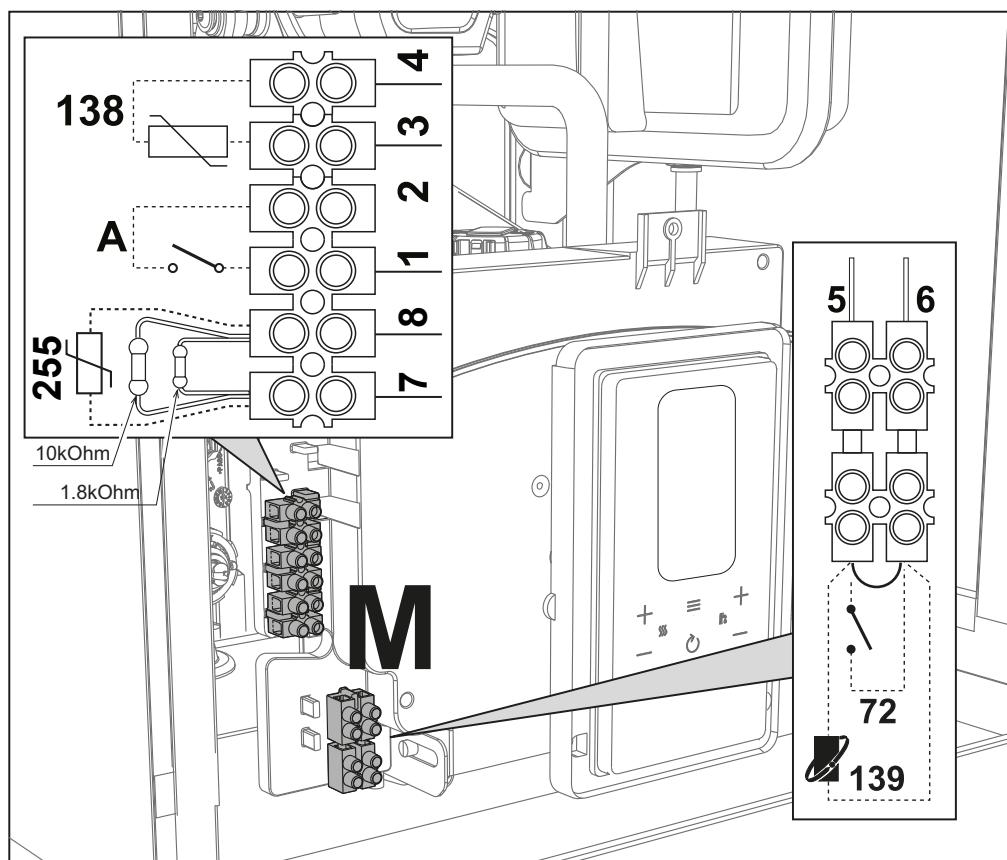
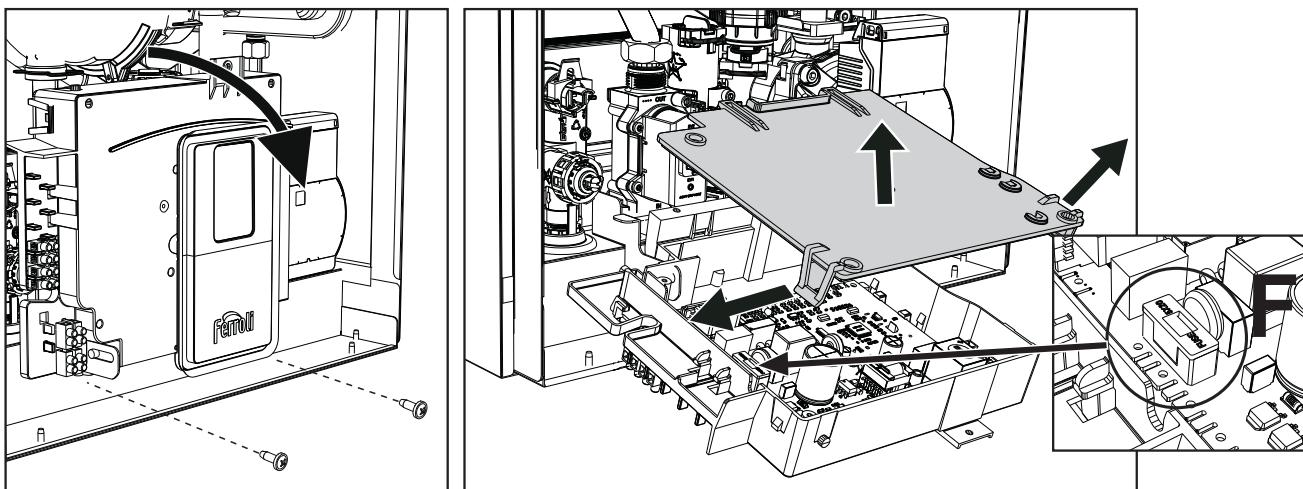

рис. 29
рис. 30
Электронная плата котла предназначена также для управления внешним бойлером для производства воды ГВС. Соединения труб системы отопления и ГВС должны быть выполнены в соответствии со схемой рис. 28. Выполните электрические подключения в соответствии с электрической схемой на рис. 77. Для этой цели необходимо использовать датчик температуры воды в бойлере (код 1KWMA11W (2м) или 043005ХО (5м)), подключив его к клеммам 7-8 соединительной колодки котла **вместо** двух резисторов (рис.29). При следующем включении агрегата система управления опознает датчик бойлера и автоматически настраивается на работу с ним, вызывая активацию дисплея и устройств управления, необходимые для работы в режиме ГВС.
После снятия передней панели ("Открытие передней панели" на стр. 44) можно получить доступ к клеммным колодкам (M) и предохранителю (F), следуя инструкциям, описанным ниже (рис. 29 и рис. 30). Клеммы, указанные на рис. 29, должны иметь чистые контакты (не 230 В). Расположение зажимов и их назначение показаны также на электрической схеме на рис. 77.
Конфигурация выключателя ON/OFF (A рис. 29)**Таблица 4- Настройки выключателя A**